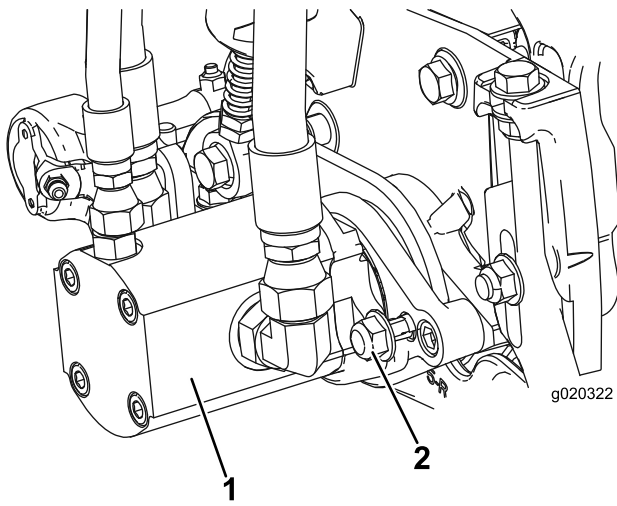

Bild 13
16. Montieren Sie den Motor; drehen Sie ihn nach rechts, damit die Motorflansche nicht die Sicherungsmuttern berühren (**Bild 13**). Drehen Sie den Motor nach links, bis die Flansche die Muttern umgeben. Ziehen Sie die Muttern dann an.